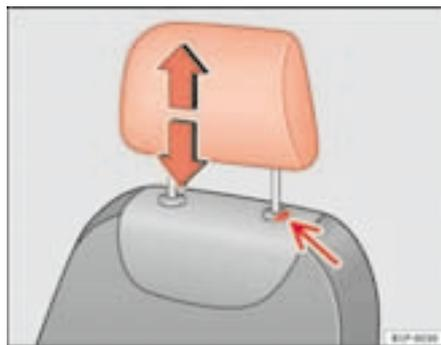

Fig. 89 Ajuste o desmontaje del apoyacabezas
- Pulse la tecla ⇒ fig. 89 (flecha).